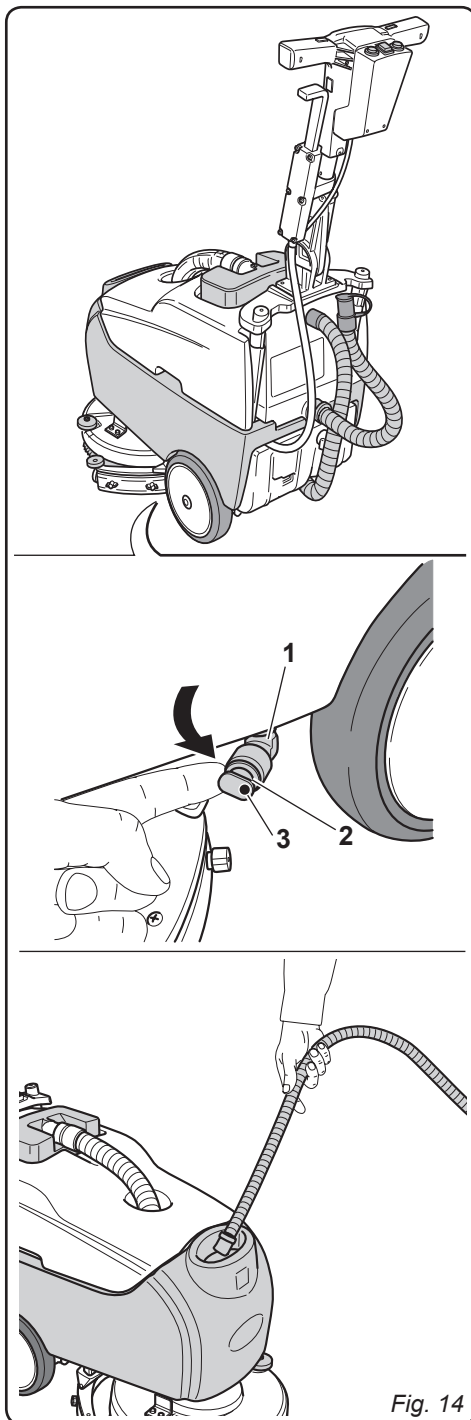

Fig. 14
11.1.a - Vidange et nettoyage du réservoir d'eau propre (Fig. 14)